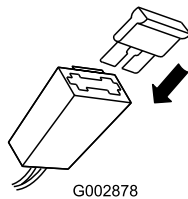

Figure 30
2. Placez le fusible dans le porte-fusible (Figure 30).